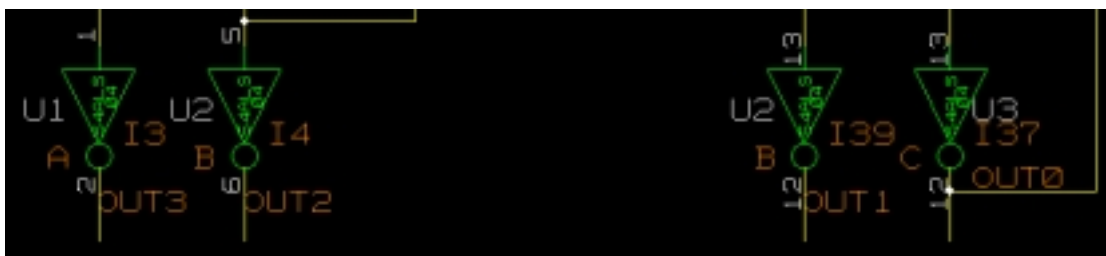

图 4.5
3. 结果如图 4.5，I3 (U1) 与 I37 (U3) 被单独封装，而 I4 与 I39 (U2) 被封装在一起。